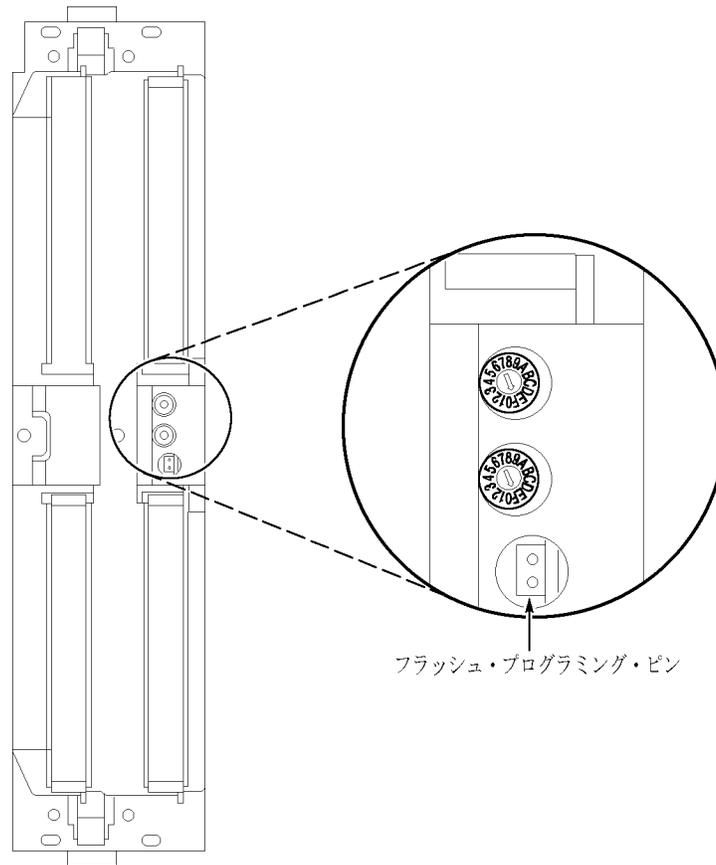

図 67: フラッシュ・プログラミング・ピン
4. 各モジュールの後部にあるフラッシュ・プログラミング・ピンを確認します。(95 ページの 図 67 参照)。